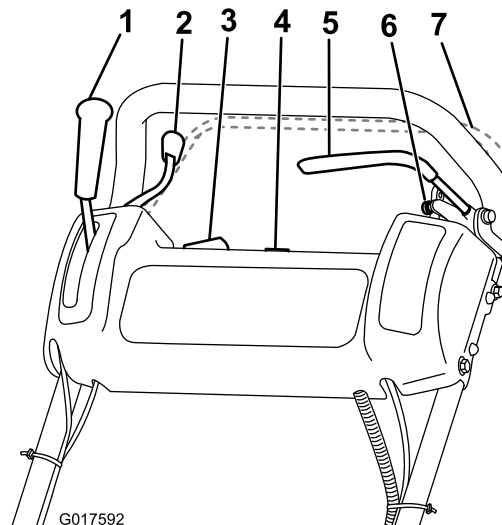

Рисунок 10
Регулятор дроссельной заслонки (Рисунок 10) находится на правой задней стороне пульта управления. Рычаг подсоединен к рычажной системе дроссельной заслонки карбюратора и управляет ей. Сведения о частоте вращения двигателя см. в Технические характеристики \(страница 15\).
Рычаг включения привода тяги (Рисунок 10) находится на передней правой стороне пульта управления. Он имеет два положения: «НЕЙТРАЛЬ» (NEUTRAL) и «ПЕРЕДНИЙ ХОД» (FORWARD). При нажатии рычага вперед включается привод тяги.
Если средство контроля присутствия оператора предусмотрено (Рисунок 10), то оно находится позади ручки. Прижмите средство контроля присутствия оператора к ручке. Если средство контроля присутствия оператора установлено на машине, его необходимо включить перед перемещением рычага привода тяги, иначе двигатель остановится.
Двухпозиционный переключатель (Рисунок 10) находится наверху пульта управления. Переведите этот переключатель в положение «ВКЛ.» (ON), чтобы запустить двигатель, и в положение «ВЫКЛ.» (OFF), чтобы его заглушить.